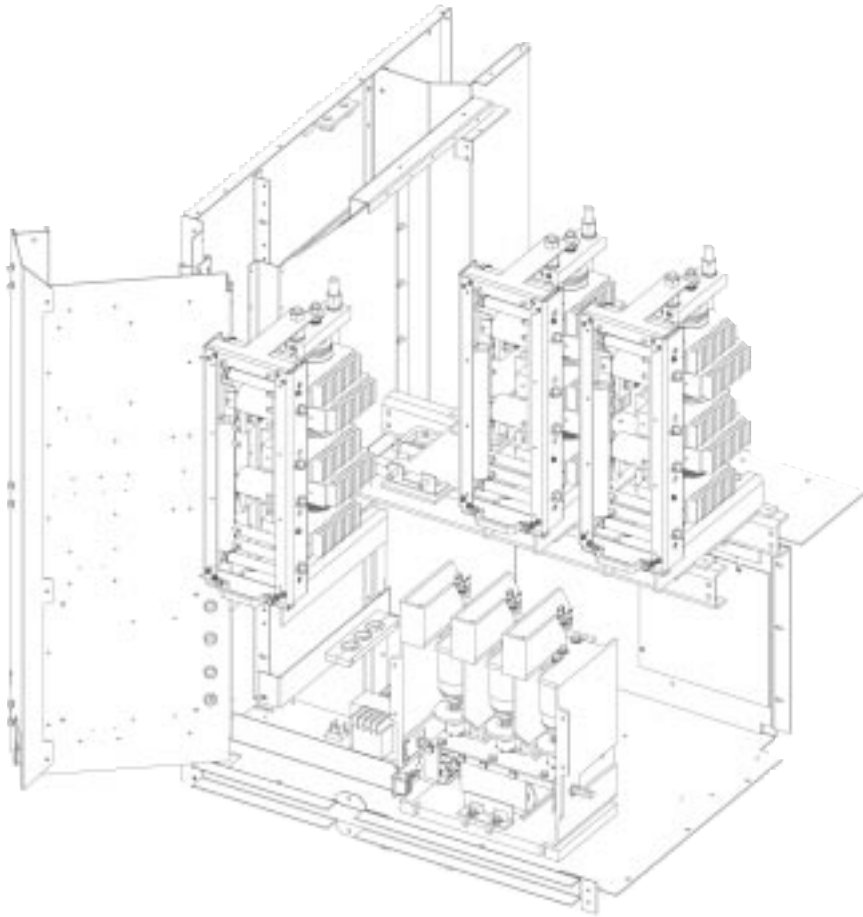

图9.4 - 低压面板顶部和功率单元细节图(1562E)•2400到4160V, 180/360A
2. 维修A相模块时，需要移除中压门并移出低压面板(仅适用于36英寸宽、双高的控制柜)；参阅低压面板，图9.4